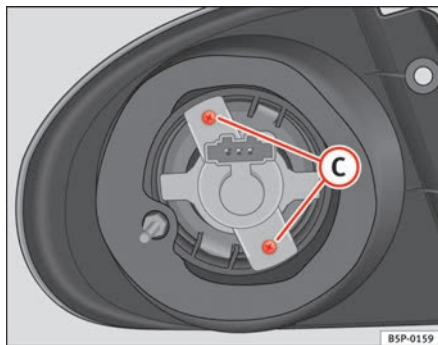

Fig. 186 Luz intermitente
- Desenrosque los tornillos ⇒ página 271, fig. 186 **C** del portalámparas y tire del mismo.
- Retire los tornillos ⇒ fig. 186 C del portalámparas y tire del mismo.